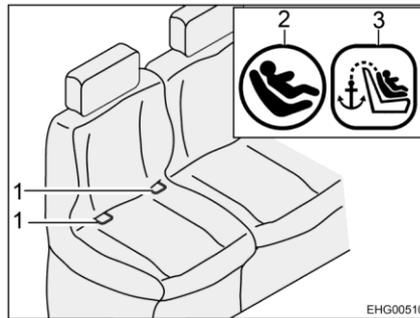
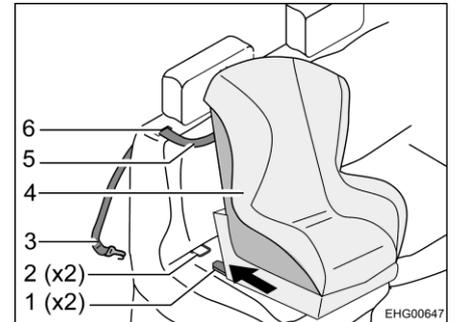

Fig. 9 Siège avec Isofix
Fig. 10 Fixation avec Top-Tether
- Faire passer la sangle Top-Tether (Fig. 10,5) à travers la fente (Fig. 10,6) dans le coussin du dossier (à côté de l'appuie-tête).
- Accrocher le crochet de fixation (Fig. 10,3) au point d'ancrage en face arrière du siège.
- Encliqueter les bras d'encliquetage (Fig. 10,1) dans les étriers de fixation (Fig. 9,1 et Fig. 10,2). Un cliquetis clair doit être entendu.
- Vérifiez à l'aide d'une forte secousse si le siège pour enfant (Fig. 10,4) est bien installé.